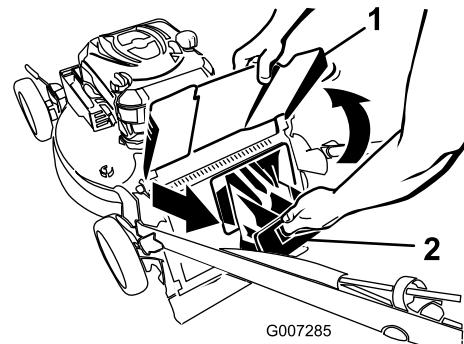

Bild 30
2. Heben Sie das Auswurfablenklech an und halten es hoch (Bild 30).
3. Ziehen Sie die Heckauswurfklappe ab (Bild 30).